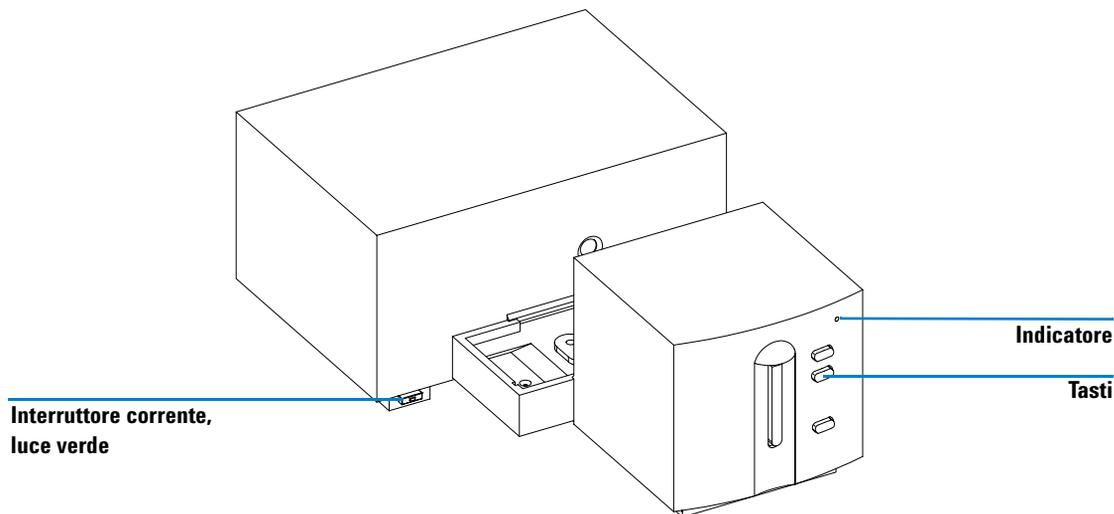

Figura 1 Vista anteriore dello spettrofotometro
Lo spettrofotometro è largo 34,4 cm (13,5 pollici), lungo 56,0 cm (22,0 pollici) e alto 18,5 cm (7,3 pollici) (vedere la Figura 1). Pesa solo 14 kg (30,86 libbre) ed è pertanto adatto per la maggior parte dei banchi da laboratorio. Necessita inoltre di 2,5 cm (1,0 pollici) di spazio su entrambi i lati per consentire la circolazione di aria per il raffreddamento e circa 8 cm (3,1 pollici) sul retro per i collegamenti elettrici.
L'aspetto dello spettrofotometro è quello illustrato nella Figura 1. Si noti che il comparto del campione è aperto. A differenza degli strumenti convenzionali lo spettrofotometro Agilent 8453 non risente della luce diffusa proveniente dall'ambiente circostante. La zona del campione aperta consente un accesso al campione più agevole oltre ad una maggiore rapidità nel collegare i tubi alla cella di flusso o al portacella termostatabile. Lo spettrofotometro viene fornito con un portacella standard singolo già installato. I portacella standard e gli accessori possono essere smontati e sostituiti in pochi secondi senza alcun utensile particolare.
- 2 Assicurarsi che l'interruttore di accensione dello spettrofotometro sia spento (posizione off), cioè che il pulsante non sia rientrato e che sia spento anche il LED all'interno dell'interruttore; vedere la Figura 1.